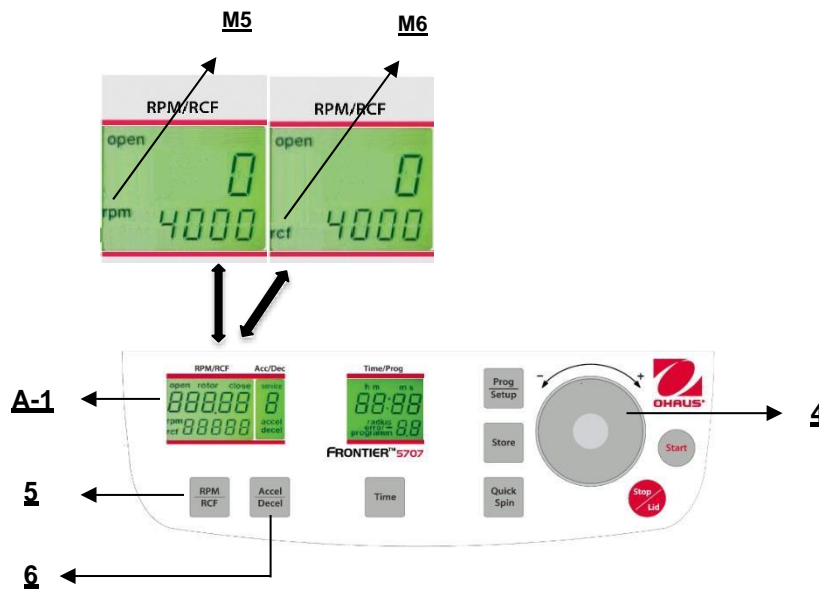

Abbildung. 16
Diese Vorauswahl wird durch die Taste "RPM/RCF" (5) aktiviert (siehe Abbildung 16 unten). Wenn Sie die Taste einmal drücken, blinkt das Wort "rpm" (M5). Wenn Sie die Taste zweimal drücken, kann die Vorauswahl der Zentrifugalkräfte ausgewählt werden. Dann erscheint das blinkende Wort "rcf" (M6). Sie können die gewünschten Werte mit dem Anpassungs Wählscheibe (4) einstellen. In der Anzeige (A-1) wird stets der regulierte Wert angezeigt, bevor, während und nach dem Betrieb.